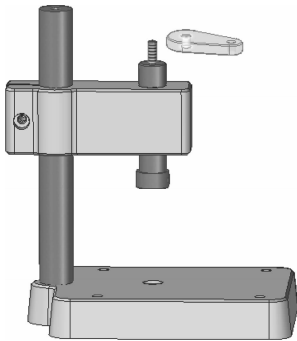

图 8-173 放置第 5 个零件
(1) 单击【主页】选项卡中的  【插入部件】按钮, 在左侧弹出的【备选装配】对话框中选择【FLANGE SPRING】零件。按住鼠标左键将其拖动至绘图区域, 在如图 8-173 所示的位置处松开鼠标左键, 即可把零件放置到当前位置。
(2) 系统自动识别轴体零件的配合为  【轴对齐】, 在上方的【装配】命令条中选择